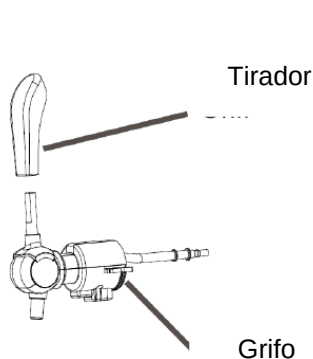

Figura 6
2. Acople el tirador del grifo al conector del grifo, asegúrese de que ambos extremos encajen a la perfección (como se muestra en la Figura 6);